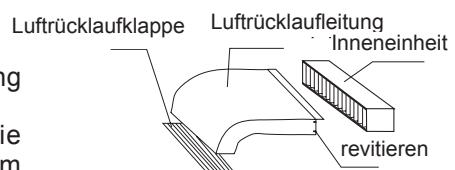

Abb. 1
- (1) Schneiden Sie ein Loch in die Wand und führen Sie das Verbindungsrohr und die Verbindungsdrähte durch ein vor Ort gekauftes PVC-Rohr. Das Loch sollte mit einer Neigung von mindestens 1/100 leicht nach unten geneigt sein (siehe Abbildung 1).
- (2) Stellen Sie vor dem Schneiden des Lochs sicher, dass sich kein Rohr oder Bewehrungsstab hinter der Schneidposition befindet. Vermeiden Sie es, an der Stelle von Drähten oder Verbindungsrohren ein Loch zu schneiden.
- (3) Hängen Sie das Gerät auf ein horizontales und festes Dach. Wenn der Gerätefuß nicht stabil ist, kann dies zu Geräuschen, Vibrationen oder Undichtigkeiten führen.
- (4) Stützen Sie das Gerät fest und ändern Sie die Formen der Verbindungsrohre, Verbindungsdrähte und Abflussrohre, damit sie leicht durch das Loch gelangen.
2. Installation der Luftrücklaufleitung: Verbinden Sie eine Seite des Rückluftröhre über eine Niete mit dem Rückluftauslass der Innengeräte, und die andere Seite mit dem Rückluftklappe verbunden(siehe Abb. 1).